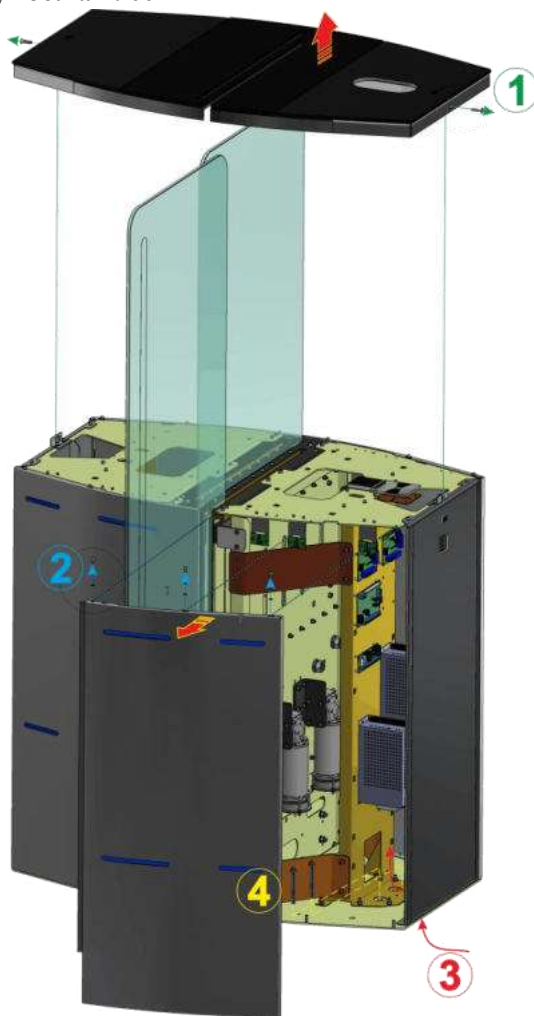

Рис.16 - Загальний вигляд встановлення тумби турнікета «JetPan -900-1»
1. – зняти кришку турнікету, відкрутивши гвинти на торцях (див. рис. 16);